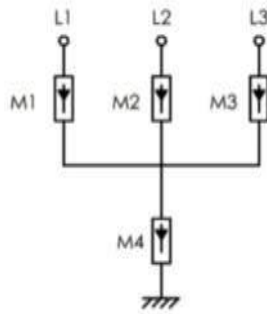

Fig. 4-27 Bobinado de BT del transformador
- Se recomienda conectar los dispositivos de protección contra sobretensiones (SPD) para la caja del combinador de CA y en el lado BT del transformador de la manera "3+1", como se muestra en la figura siguiente (Fig. 4-27). Los voltajes de funcionamiento continuo mínimo de M1-M4 son 750 Vac.